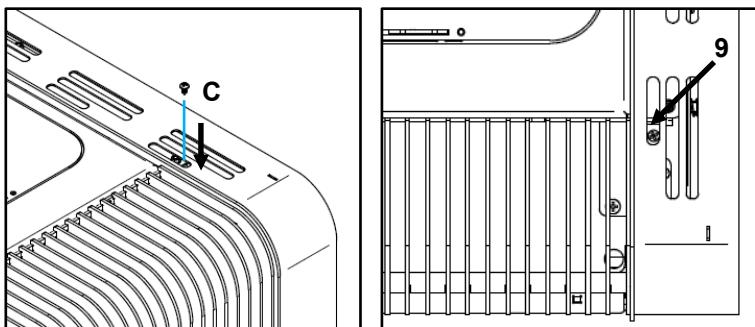

Figura 43 – Fixação das envelopantes Aspen
i) Por fim, fixar um parafuso **C** (DIN 7981 4,2x9,5) no furo **9**, como indica a Figura 43.